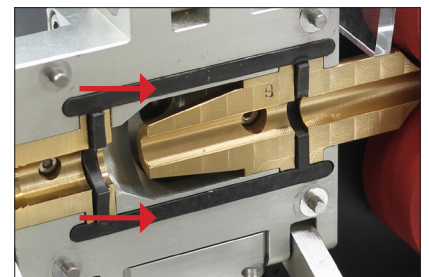

Abb. 3
- Prüfen, ob die linearen Dichtungen der Druckkammer korrekt in ihrem Sitz eingesetzt sind. (Abb. 3)